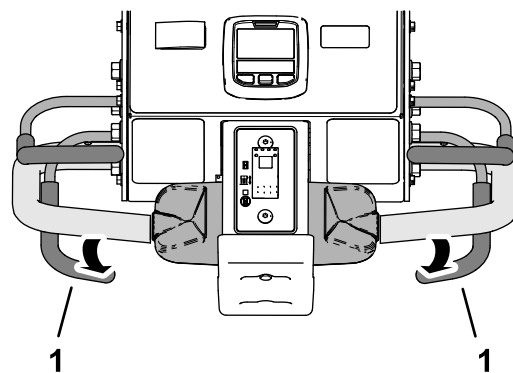

Figure 92
- Lorsque les roues avant passent le périmètre de la zone d'aération, relâchez la barre de commande d'aération (Figure 92).